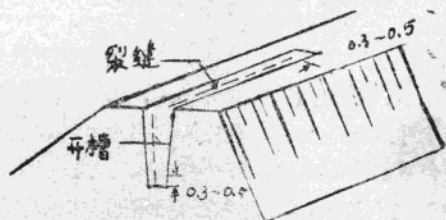
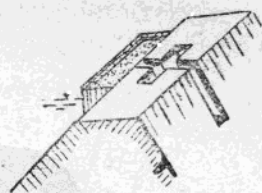

图14 处理纵向裂縫
图15 处理横向裂縫
(1) 挖沟回填的做法：沿裂縫挖沟，深度深入裂縫以下0.3—0.5米，寬度以不致坍塌并便于施工为度，沟两端須比裂縫长出1米左右（見图14）。处理橫向裂縫时，除沿裂縫挖沟外，并在垂直裂縫的方向开挖結合槽（如图15）。挖除裂縫以后，要立刻分层回填夯实，回填的土料应选用